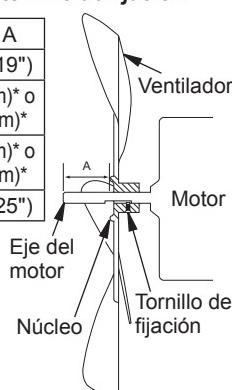

Figura 10 - Sección transversal del ventilador
15. Vuelva colocar el ventilador en el eje del motor. Coloque el tornillo de fijación en la parte plana del eje. Consulte la tabla en la figura 10 para obtener la distancia al centro del ventilador desde el extremo del eje del motor. Apriete el tornillo de fijación firmemente de 0.46 a 0.58 kgf·m (40 a 50 pulgadas-libra).